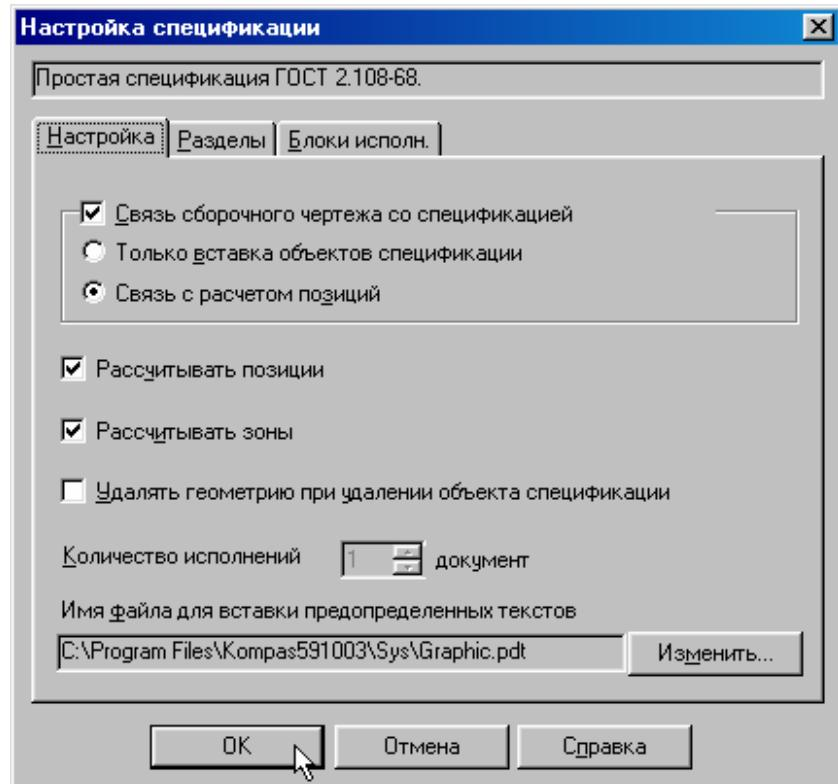

Рис. 30
2. Выполните команду **Настройка – Настройка спецификации**. На экране появится диалоговое окно **Настройка спецификации**, рис. 30. Проверьте, включен ли флажок **Связь сборочного чертежа со спецификацией** и кнопка **Связь с расчетом позиций**. Включите флагки **Рассчитывать позиции** и **Рассчитывать зоны**.